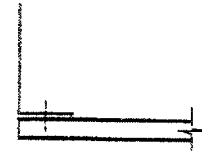
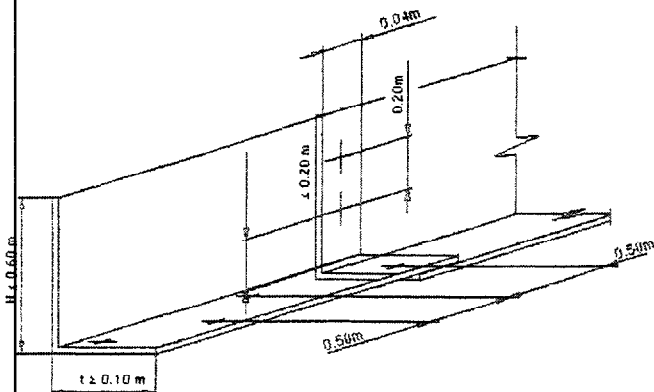

Figure 20 : Costière fixée directement à la tôle d'acier nervurée
Figure 25 : Costières fixées sur les tôles d'acier nervurées – Recouvrement et fixations
- a) Soit en rapportant une costière sur les tôles d'acier nervurées de partie courante (cas général, figure 20). Les costières doivent se recouvrir entre elles de 0,04 m au moins. Les fixations aux tôles d'acier nervurées (figure 25) s'effectuent en quinconce, au moins tous les 0,50 m dont une au droit des recouvrements, par des fixations conformes au paragraphe E.6.1.2. Les recouvrements des ailes verticales sont couturés à raison d'une fixation au moins tous les 0,20 m. Lorsque les costières atteignent ou dépassent une hauteur de 0,30 m au-dessus du niveau supérieur des tôles d'acier nervurées, une fixation en tête de ces costières est obligatoire tous les mètres.